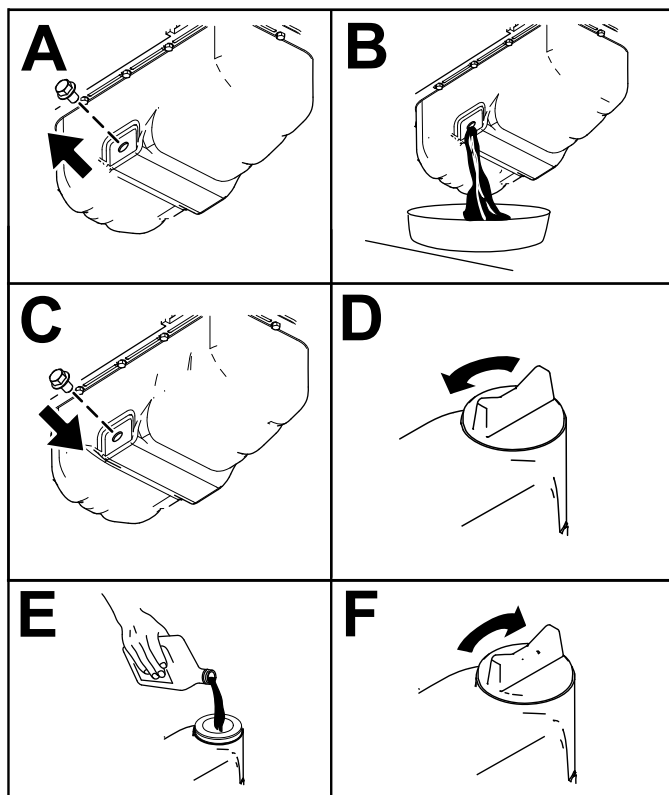

Рисунок 51
3. Замените масло в двигателе, как показано на Рисунок 51.